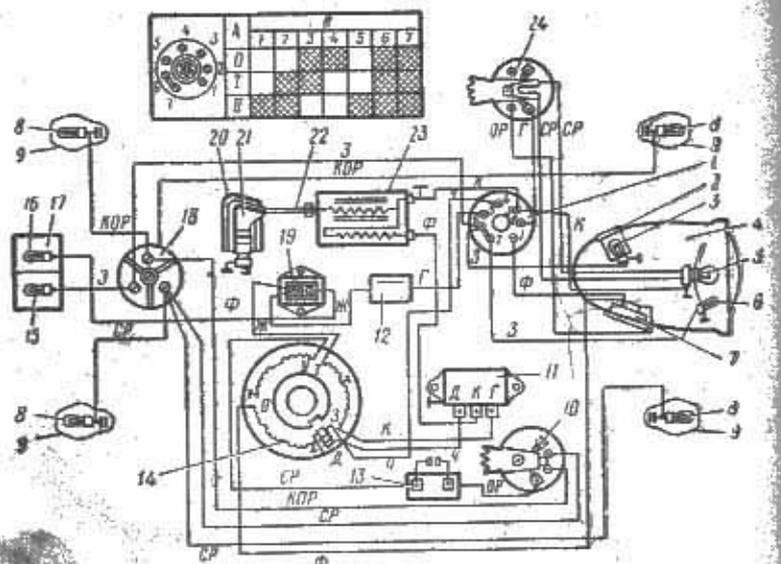

Рис. 20. Схема электрооборудования и схема работы центрального переключателя.
Центральный переключатель снабжен замком автомобильного типа. Коммутационная схема переключателя дана на рис. 20.
**Электропроводка.** Подключение приборов электрооборудования показано на схеме (рис. 20). Провода соединены в жгуты и для удобства монтажа имеют различную расцветку. Для удобства соединения проводов под седлом установлена трехклеммовая соединительная колодка. Электропроводка должна регулярно осматриваться. При этом следует обращать особое внимание на качество контактов, изоляции и укладки проводов. Если изоляция проводов нарушена, то это место надо обернуть изоляционной лентой. Особое внимание необходимо обратить на хороший контакт при подключении проводов на массу, т. к. она выполняет роль проводника электроэнергии.